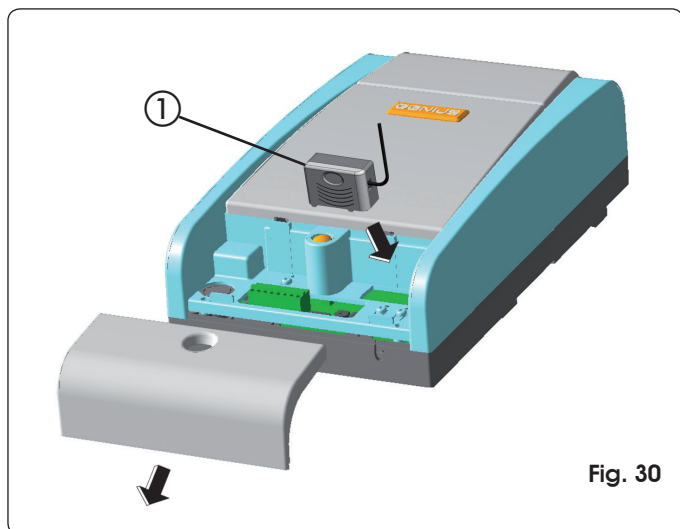

Fig. 30
El equipo electrónico está provisto de un sistema de descodificación bi-canal integrado. Este sistema permite memorizar, mediante un módulo receptor adicional (Fig. 30 ref. ①) y radiomandos de la misma frecuencia, tanto la apertura total (OPEN A) como la apertura parcial (OPEN B) de la automatización.